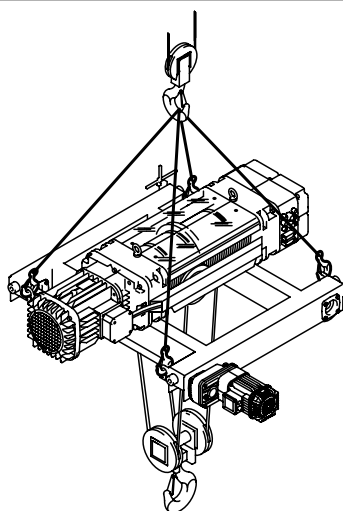

fig. 178
- Collocare una imbracatura a quattro tiri tramite un apparecchio di sollevamento adeguatamente scelto in relazione alla massa ed all'altezza di movimentazione, entro i punti di attacco del carrello (fig. 178).